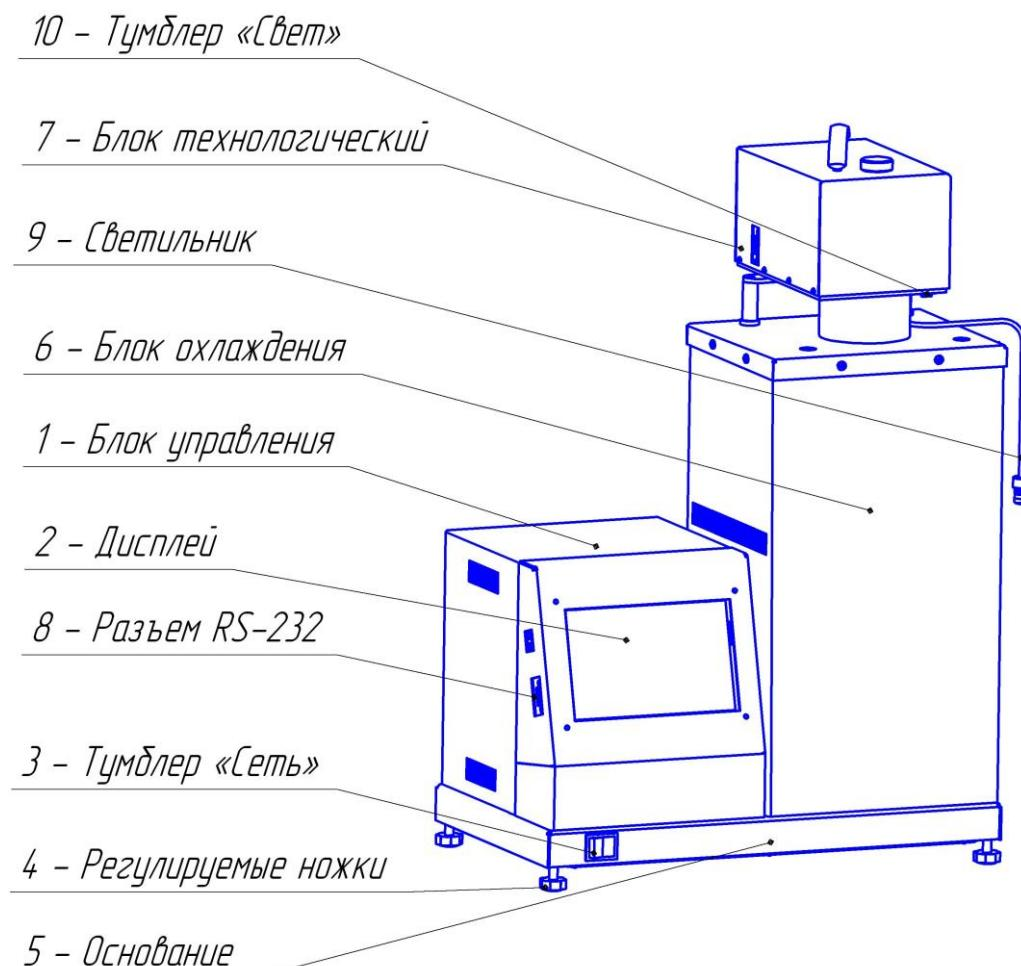

Рисунок 1 – Общий вид аппарата
- поверхность установки должна быть горизонтальной, в противном случае, вращением регулируемых ножек (рисунок 1 на странице 4) необходимо добиться горизонтального положения аппарата с помощью уровня.
3.3.1 Подключить аппарат к сети питания, включить его тумблером «Сеть» (рисунок 1 на странице 4).
4.2.3 Режим работы аппарата – непрерывный. После окончания работы аппарат выключается тумблером «Сеть» (рисунок 1 на странице 4).
Установить технологический блок в положение для проведения испытания – при этом пробирка помещается в ячейку блока охлаждения (рисунок 1).